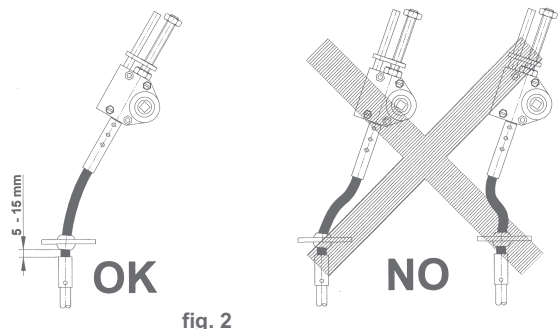

fig. 2
- *Snodo flessibile*: consente anche un montaggio non perfettamente lineare; evitare comunque doppie variazioni di linea. La parte flessibile che sporge sotto la piastra deve essere compresa tra 5 e 15 mm. (v. fig. 2).